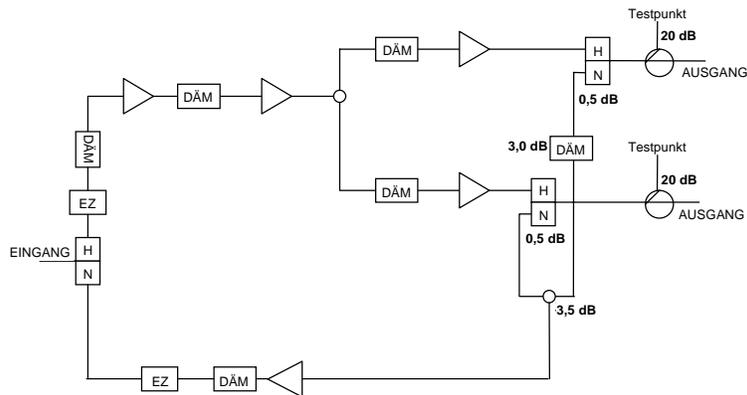

Abb. 4–3 Testpunkt-Kompensationswerte
Als Beispiel dient der in Abb. 4–3 gezeigte Verstärker:
5. Die Telemetrie- und Wobbelerzeugungs- sowie -einspeisepegel werden im Bildschirm TESTPOINT INFO (Testpunktinformationen) angezeigt (siehe Abb. 4–4). Die erzeugten Pegel werden basierend auf den gewünschten Systempegeln berechnet, die im Hauptkonfigurationsmenü für das WOBBELN (siehe „Wobbelkonfiguration“ auf Seite 64) eingegeben wurden sowie basierend auf den Testpunktverlusten, die hier eingegeben werden. Der Telemetriepegel wird genau für eine bestimmte Frequenz und einen bestimmten Pegel berechnet. Dieser Wert kann zusammen mit der Kopfstellenanzeige verwendet werden, um die Einstellung auf einen absoluten Pegelwert durchzuführen, d. h. er wird auf eine Auflösung von 0,1 dB berechnet.